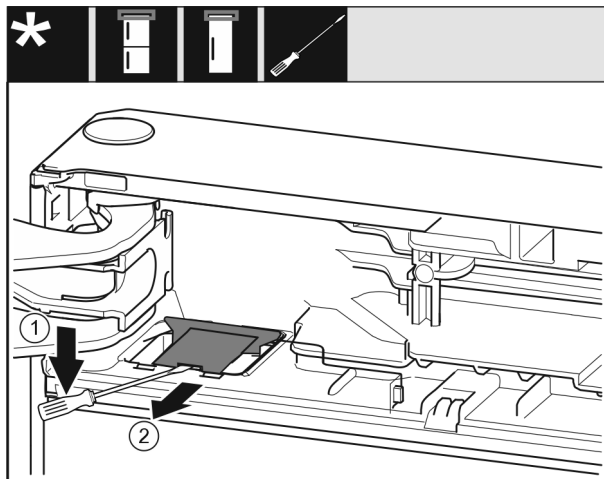

Fig. 11
- Atbrīvojiet pārsegu Fig. 11 (1) ar plakano skrūvgriezi.
- Izņemiet pārsegu Fig. 11 (2).